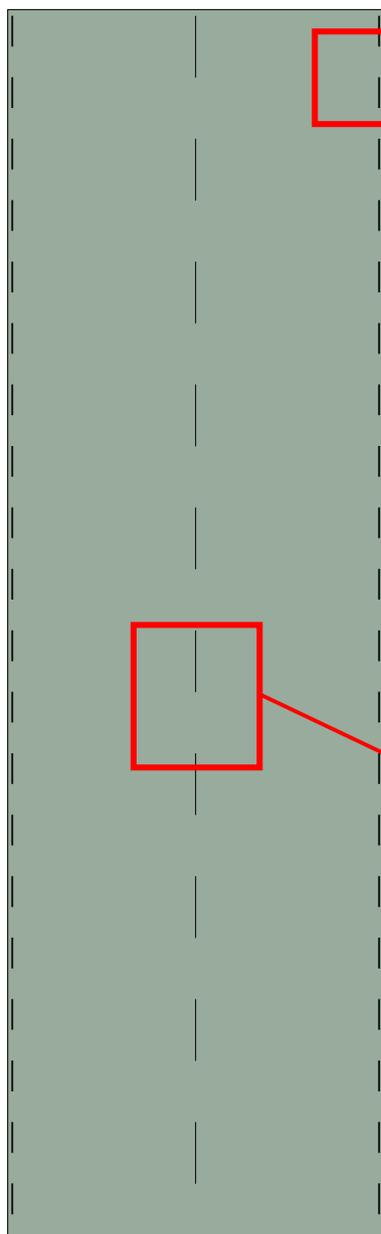

図 4-1 THHT ネクスト 910mm×3000mm 板 外観 (表側)
- ・ THHT ネクストの長手方向にねじピッチを示すマーカートを外周部 75mm 間隔、中通り 150mm 間隔の黒色の破線で示していますので、規定の留付け間隔になるようにねじ打ちを行ってください (図 4-1 参照)。